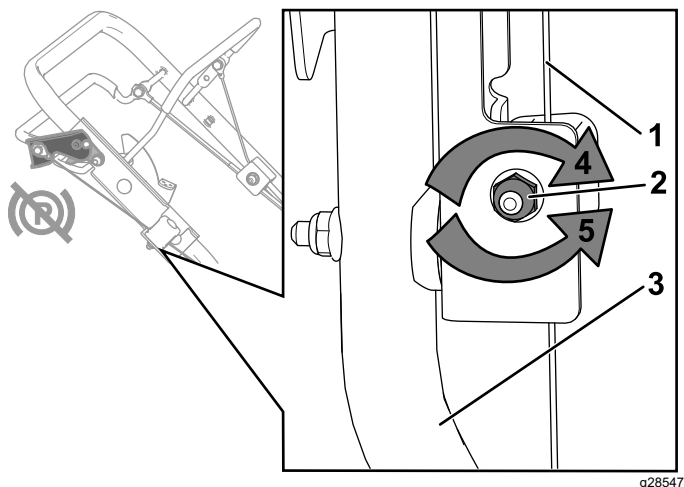

Figura 51
- Gire la tuerca de ajuste en sentido antihorario para aflojar el ajuste del cable (Figura 51).
- Ajuste la tensión del cable (Figura 51) empujando o tirando de la funda del cable, y sujétela en esa posición.